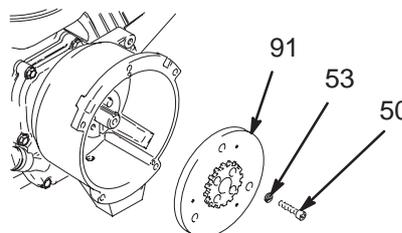

Fig. 9 8704A
8. Fig. 9. Utilice una llave de impacto o coloque una cuña entre el embrague y el cárter del embrague para sujetar el embrague durante el desmontaje.
9. Saque los cuatro tornillos (50) y las arandelas de seguridad (53).
10. Desmonte el embrague (91).